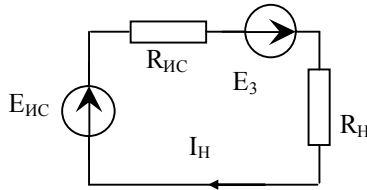

Рис. 7
4. Находим ток в нагрузке $I_H = I_3$. Строим эквивалентную схему замещения (рис.7), учитывая то, что мы, разрывая цепь, исключили источник напряжения E_3 и сопротивления R_3 и R , следовательно, мы не учли их влияние на нашу цепь, поэтому в данной схеме мы должны включить их в цепь.